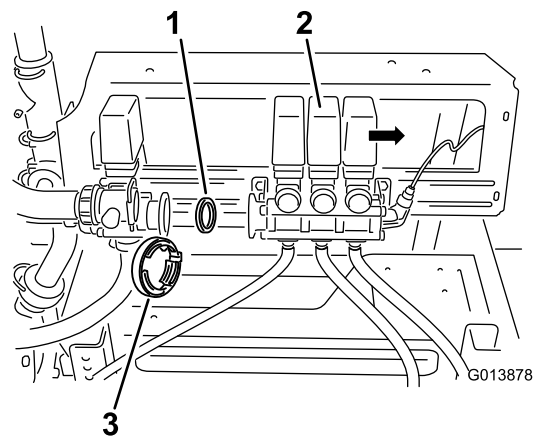

图4
- 小心将喷洒臂阀门总成移离搅拌阀（图4）。
- 卸下阀体中的现有垫片（图4）。留好夹具和垫片。
启动发动机和操作打药车之前，请先熟悉相关控制装置（图 4）。